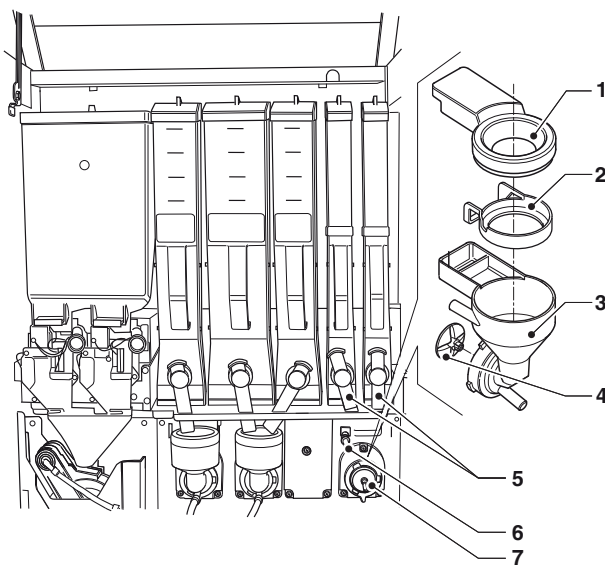

Fig. 9
- Extraiga (véase la fig. 9) de los mezcladores los embudos de los polvos, los encauzadores de agua, los embudos del depósito de polvo y las paletas de los motoagitadores;